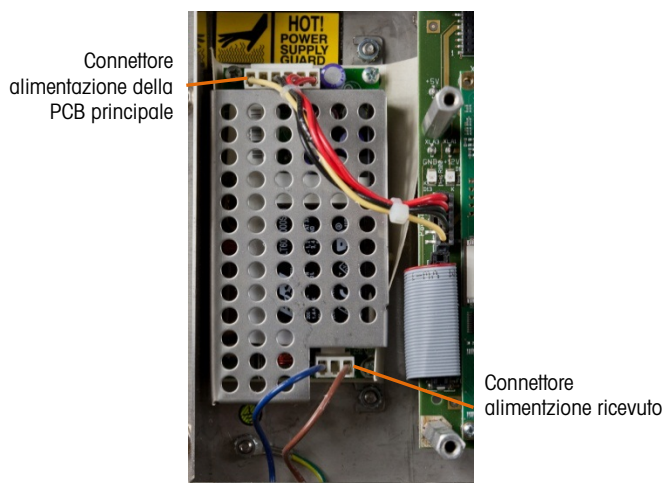
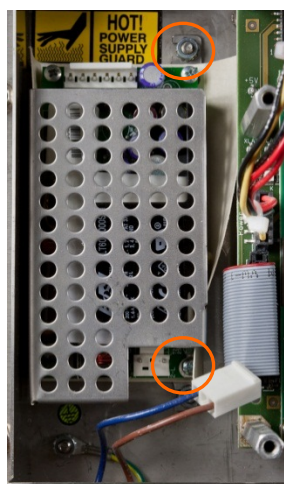

Figura 4-62: Alimentatore, collegato
Figura 4-63: Alimentatore, scollegato
1. Scollegare il cavo di alimentazione in entrata e il cavo dalla PCB principale dai rispettivi connettori sulla scheda di alimentazione. Questi connettori sono asimmetrici ed è possibile collegarli solo nel giusto orientamento. La Figura 4-62 mostra i connettori collegati e la Figura 4-63 mostra i connettori scollegati.
2. Servirsi di una chiave a cacciavite da 7 mm per rimuovere il dado e la rondella da ognuno dei due sostegni che blocca la staffa di montaggio all'armadietto. Questi dadi sono indicati nella Figura 4-63. In un terminale con montaggio a pannello, questa staffa è montata sotto la PCB
4. Rimuovere la PCB dell'alimentatore dalla staffa svitando le quattro viti, una per ogni angolo, mostrate nella Figura 4-63.
1. Montare la PCB dell'alimentatore alla staffa di montaggio utilizzando quattro viti, una per ogni angolo. Notare l'orientamento dell'alimentatore rispetto alla staffa nella Figura 4-63.
3. Collegare il cavo di alimentazione in entrata e il cavo di alimentazione alla PCB principale come mostrato nella Figura 4-62.